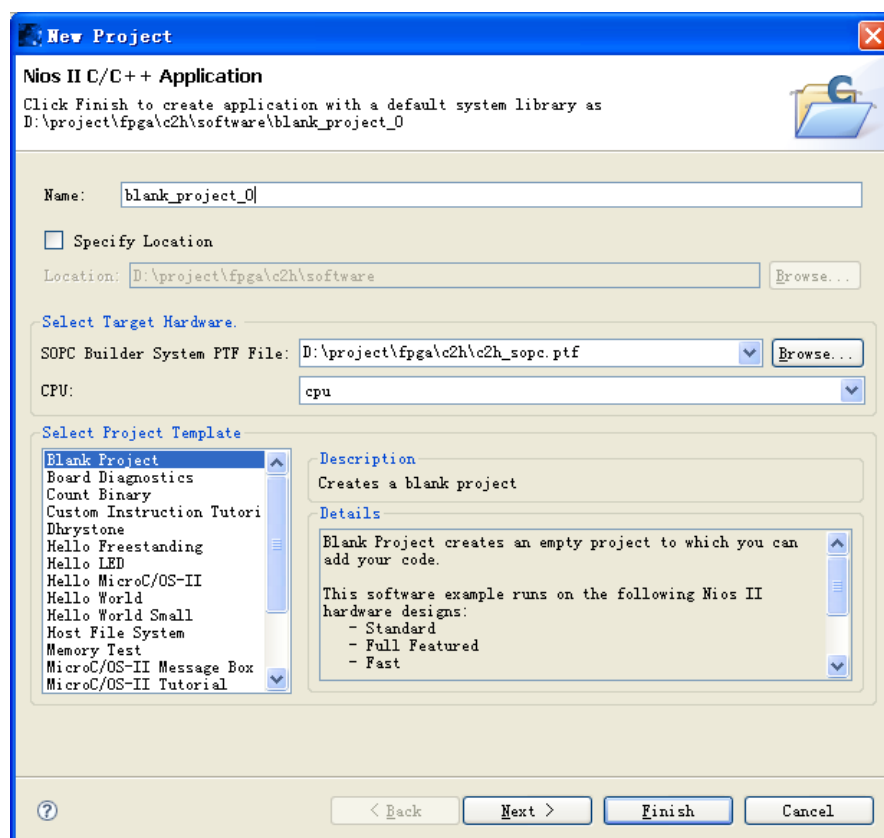

图 8-3 选择工程模板
19. 打开 Nios II IDE，选择合适的工作空间，新建空白工程。如图 8-3。